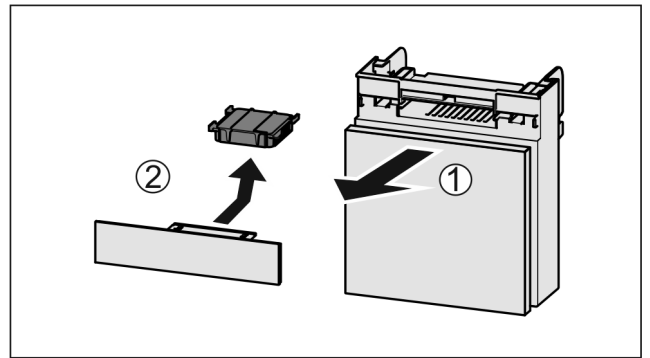

Fig. 65
- Extraire le compartiment par l'avant Fig. 65 (1).
- Sortir le filtre à charbon actif Fig. 65 (2).